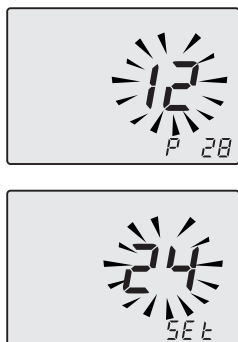

Figura 9.4
- Utilizzando i tasti 12 o 13 è possibile modificare il valore del parametro 28 da **00** mesi a **48** mesi. È permesso il valore **99** che disabilita la richiesta di manutenzione. Nel display si alternano la scritte **P28 - SET** (Figura 9.4).